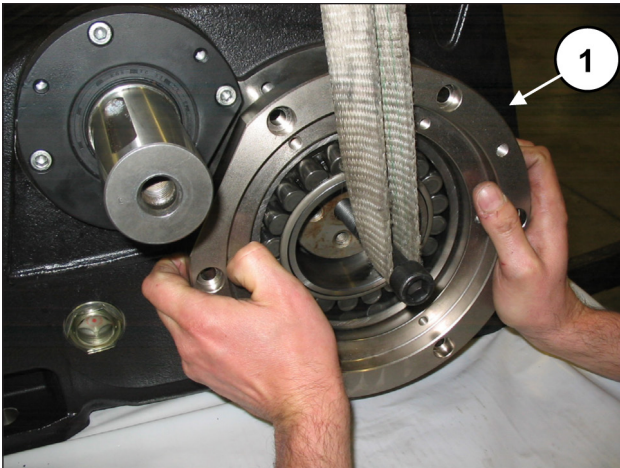
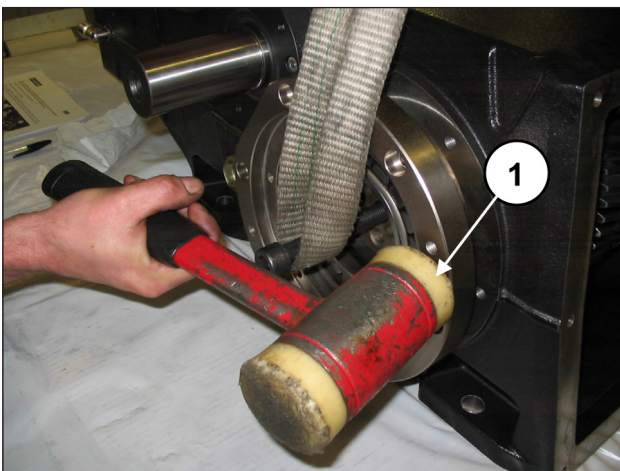

Fig. 72
Fig. 73
Aplique dois pinos roscados M16 na extremidade do eixo de manivelas e, segurando-o (pos. ①, Fig. 72), insira a tampa do mancal completa com rolamento e O-ring (pos. ①, Fig. 73) usando um martelo. Repita a operação do lado oposto